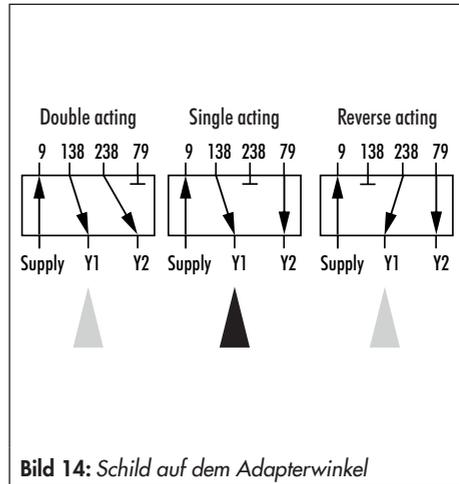

Bild 14: Schild auf dem Adapterwinkel
3. Wendeplatte (7) auf den Adapterwinkel (6) schrauben, die gewünschte Schaltfunktion nach Bild 14 durch Drehen der Wendeplatte wählen.